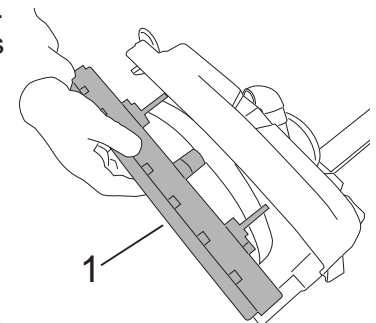

Fig.40
- Extraia o squeegee da máquina (Fig.40-Ref.1).